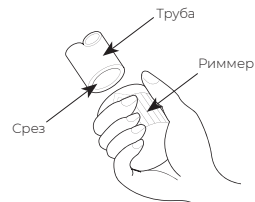

Рис. 11
2. С помощью римера или инструмента для снятия заусенцев полностью удалите заусенцы с конца отрезанного куска трубки. См. рис. 11.